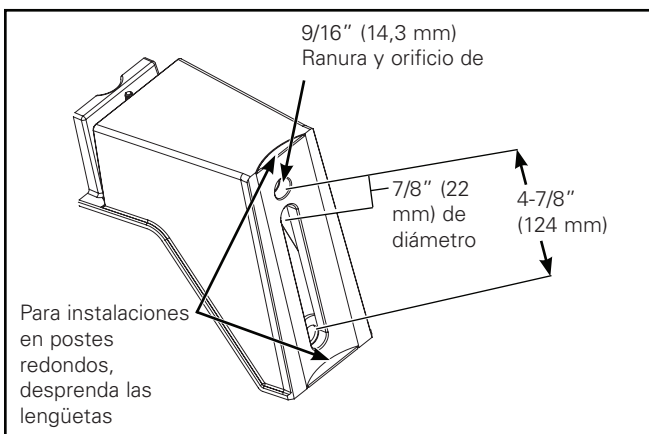
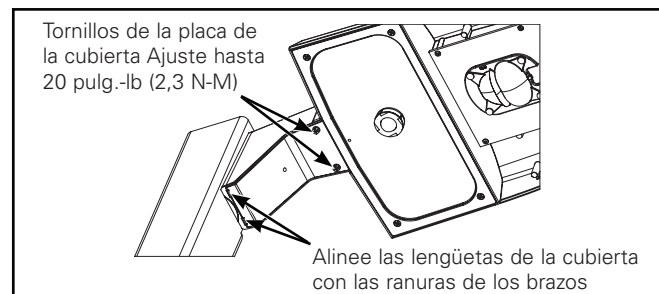

Figura 1.
Figura 5.
Brazo para montaje en poste (Figura 1. - Figura 5.)
1. El brazo para montaje en postes está diseñado para un poste cuadrado o redondo. Para instalar la luminaria en un poste redondo se deberán retirar las lengüetas troqueladas del brazo de montaje. Sujete la lengüeta troquelada con unas pinzas y despréndala. (Figura 1.)
Nota: Asegúrese de que los terminales del lado de la alimentación de la luminaria no queden "mordidos" ente la cubierta y el brazo de montaje. (Figura 5.)